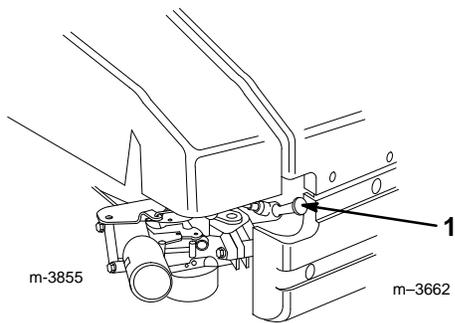

Figure 9
1. Débrancher la bougie (Fig. 9).